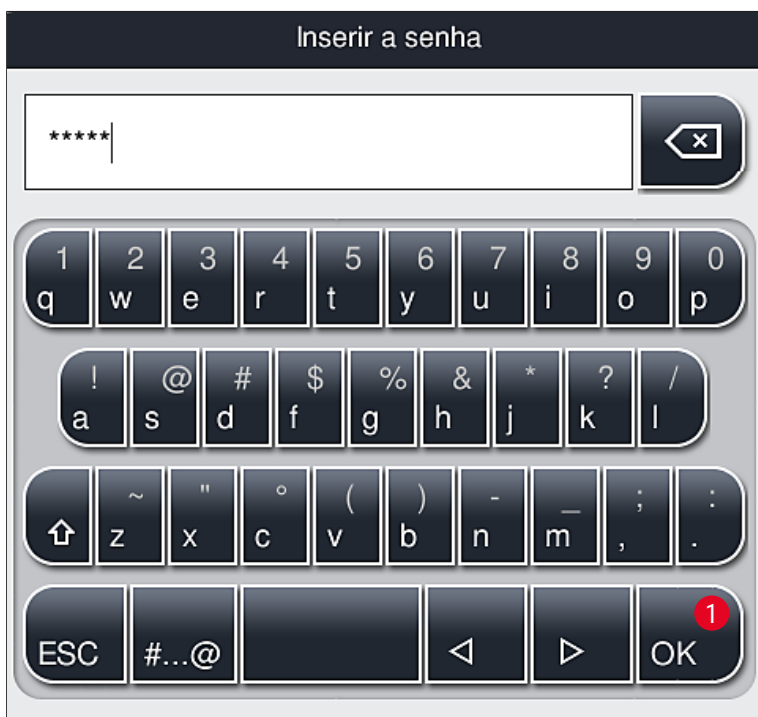

Fig. 28
2. É exibido então um teclado (→ Fig. 28) que pode ser usado para inserir a senha.